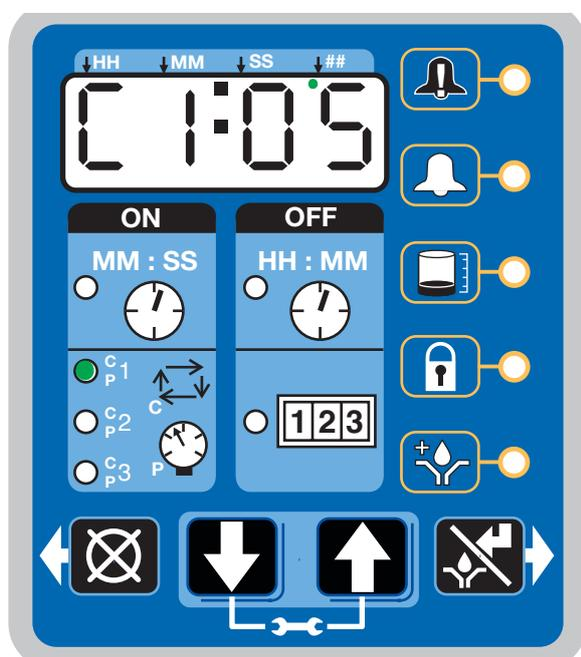

FIG. 49
- Il display indica il sensore (C1, C2, C3) e i cicli rimanenti per questo sensore (FIG. 49).
L'esempio visualizzato in FIG. 49 mostra il sensore C1 con 5 cicli rimanenti.